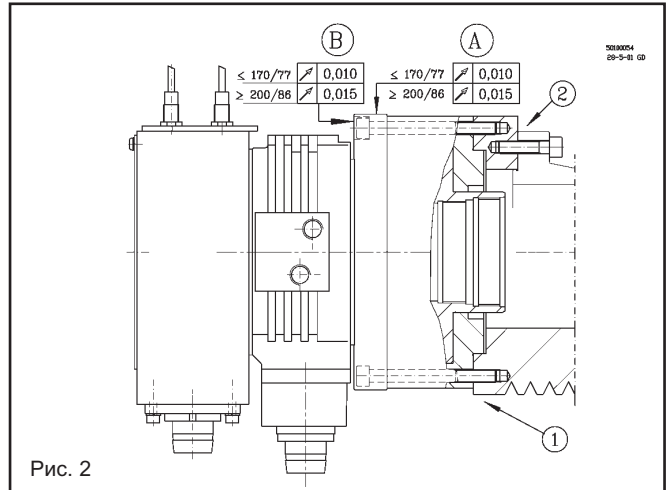

Рис. 2
- 1.5 **УСТАНОВКА ПОЛОГО ГИДРОЦИЛИНДРА.** VNK-цилиндры могут крепиться задними винтами (см. рис.2), что во многих случаях позволяет установить его на шпindel в непосредственной близости к заднему подшипнику шпинделя.